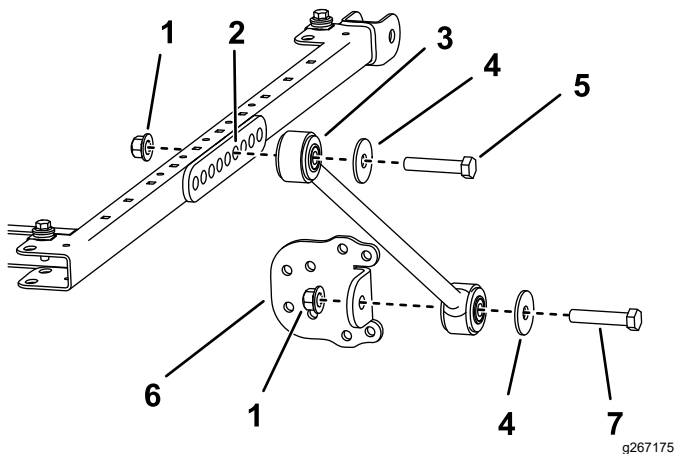

Figure 24
9. De chaque côté du cadre du pare-soleil, fixez légèrement un renfort dans le sixième trou du support à l'aide d'un boulon ($\frac{1}{2}$ " x $2\frac{3}{4}$ "), d'une rondelle ($\frac{1}{2}$ "), et d'un écrou à embase ($\frac{1}{2}$ "), comme montré à la Figure 24.
10. Fixez légèrement un support à chaque renfort à l'aide d'un boulon ($\frac{1}{2}$ " x $2\frac{1}{2}$ "), d'une rondelle ($\frac{1}{2}$ ") et d'un écrou à embase ($\frac{1}{2}$ "), comme montré à la Figure 24.